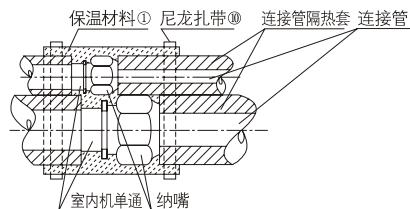

图8
(5) 请将带波纹一端的连接管安装在室内侧。
**3 管道安装后用附件①保温材料包住所有扩口管连接部分，如图8。**